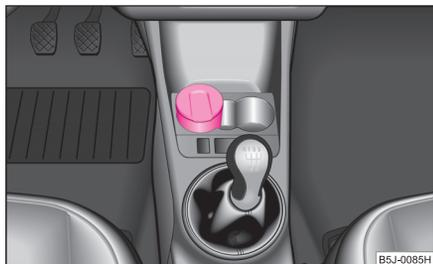

Abb. 75 Mittelkonsole:
- Nehmen Sie den Aschenbecher ⇒ Abb. 75 nach oben heraus. Beim Herausnehmen halten Sie den Aschenbecher nicht am Deckel - Abbruchgefahr.